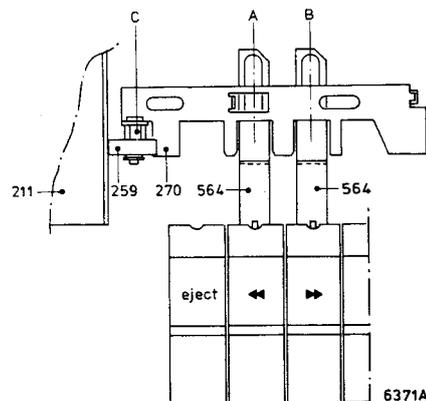

Fig. 43
h. Drucktastenverriegelung (siehe Abb. 43 und 44)
- Das Gerät auf "Stop" stellen. Den Kassettenhalter nach unten drücken. Der Bügel Pos. 270 muss so eingestellt sein, dass sich die Aussparungen A und B in diesem Bügel genau gegenüber den Bügeln Pos. 564 der "Vorlauf"- und "Rücklauf"- Drucktasten befinden (siehe Abb. 43). Einstellen erfolgt durch Drehen der exzentrischen Achse C.